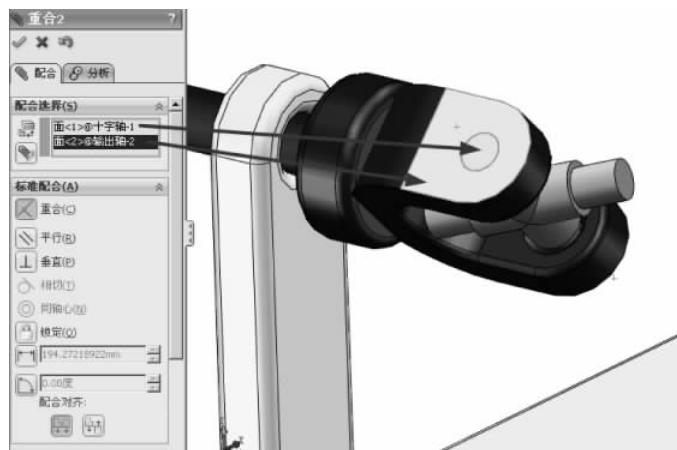

图 3-62 重合配合
(3) 单击【装配体】工具栏中的【配合】按钮 ，弹出【配合】的属性设置。选择【标准配合】选项组下的【重合】配合类型 ，在【要配合的实体】选择框 中选择如图 3-62 所示的面，其他保持默认，单击【确定】按钮 ，完成重合的配合。